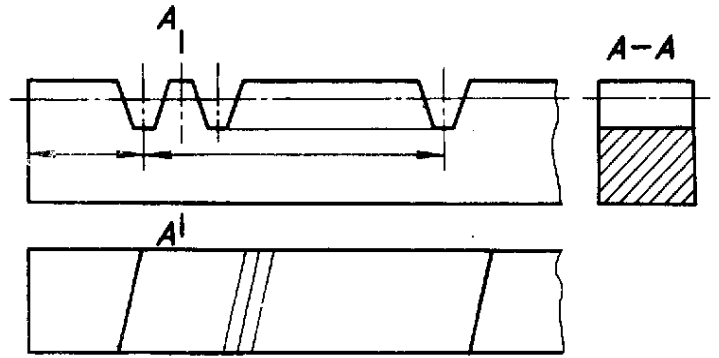

图 4
1.4 如需表明齿形，可在图形中用粗实线画出一个或两个齿，或用适当比例的局部放大图表示（图4~7）。
1.6 如需要注出齿条的长度时，可在画出齿形的图中注出，并在另一视图中用粗实线画出其范围线（图4）。